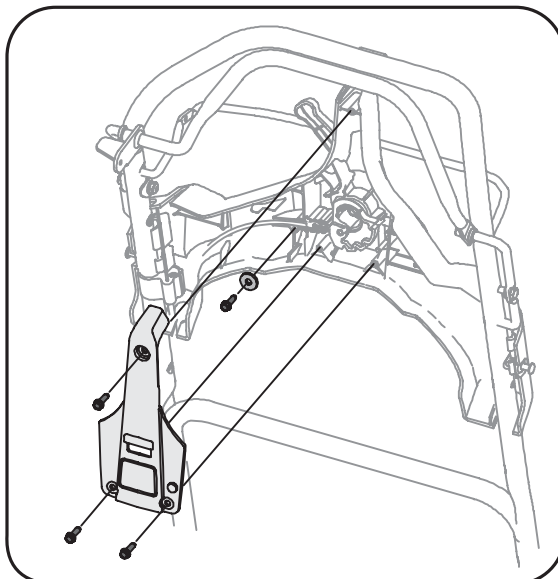

Figure 5-3
4. Dégagez soigneusement le harnais rigide de l'habitacle de la commande de la vitesse variable en retirant les trois vis qui le maintiennent sur l'habitacle. Voir la Figure 5-3.
5. Démontez l'arrière de l'habitacle de la commande de la vitesse en enlevant les trois vis qui le maintiennent sur l'habitacle de la tondeuse. Voir la Figure 5-3.
6. Démontez la vis et la rondelle plate qui attachent le câble. Voir la Figure 5-3.
8. Remettez la vis et la rondelle retirées plus tôt et remontez l'arrière de l'habitacle. Installez à nouveau le harnais rigide de la batterie sur l'habitacle de la commande de la vitesse variable. Assurez-vous de bien emboîter l'attache du harnais dans la fente de l'habitacle. Voir la Figure 5-3. Maintenez en place avec les trois vis retirées plus tôt.
5. Installez à nouveau le harnais rigide de la batterie sur l'habitacle de la commande de la vitesse variable. Assurez-vous de bien emboîter l'attache du faisceau dans la fente de l'habitacle. Voir la Figure 5-3. Maintenez en place avec les trois vis retirées plus tôt.